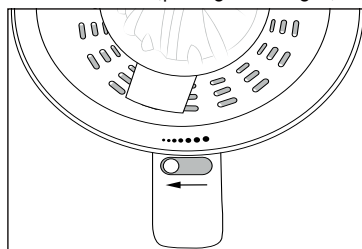
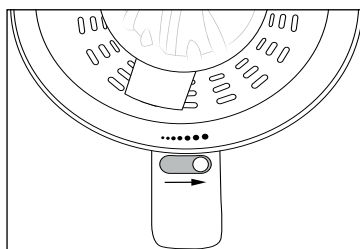

Fig.2
Fig.3
- ◆ Regolare il contenuto di polpa del succo da ridotto (punti piccoli, Fig.2) ad abbondante (punti grandi, Fig.3) con il selettore **6**.